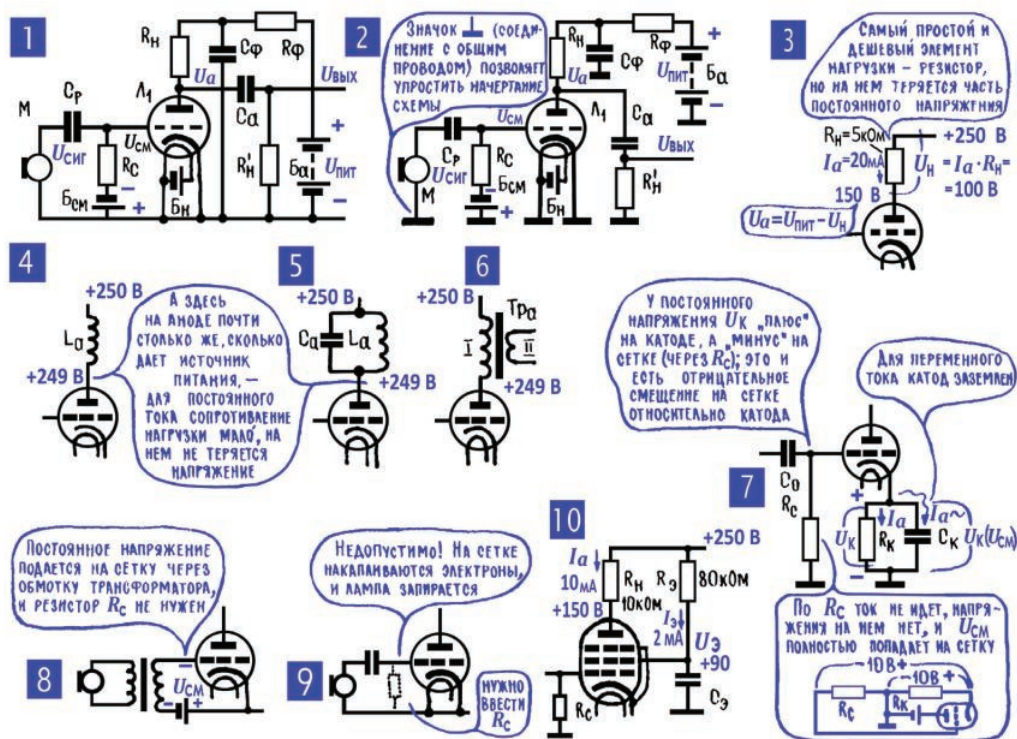

Рис. 10.9. Усилительные каскады на электронных лампах
**15. Электронные схемы получаются такими, что многие элементы присоединяются к общему проводу.** Но сначала несколько слов об одном графическом приеме: на схеме упрощенно показывают присоединение многих элементов к одному и тому же проводу, используя условное обозначение «соединение с металлическим корпусом, с шасси» (рис. 10.9; 1, 2). Когда-то электронные схемы, особенно ламповые, действительно собирали на металлическом шасси, и оно служило общим проводом для соединения многих элементов. И хотя теперь металлическое шасси встретишь редко, знак этот все же остался, и понимать его нужно так: «соединение с общим проводом». Такой знак очень удобен, он позволяет упростить чертёж, избавиться от многих длинных соединительных линий.
**16. Типичный усилительный каскад на триоде.** На рис. 10.9; 1, 2 показана схема типичного усилительного каскада на трехэлектродной лампе. Катод лампы заземлен, то есть подключен к общему проводу, и, значит, любая заземленная точка схемы соединена с катодом через этот общий провод. Так, например, через землю, через общий провод, подключен к катоду «минус» анодной батареи и «плюс» батареи смещения. При этом на сетку относительно земли, то есть относительно катода, подается «минус», а на анод – «плюс». Чтобы переменная составляющая анодного тока не попада-
На рис. 10.9; 4, 5 показано, что роль анодной нагрузки могут выполнять катушки индуктивности  $L_a$  и колебательный контур  $L_a C_a$ . Важное достоинство этих схем: на нагрузке не теряется постоянное напряжение, как на резисторе (рис. 10.9; 3), и в то же время катушка и контур могут представлять достаточно большое сопротивление для переменной составляющей анодного тока. То же достоинство имеет включение нагрузки в анодную цепь через трансформатор (рис. 10.9; 6).
Примеры двух последних операций можно увидеть на рис. 10.9; 7. Здесь в катодную цепь лампы включен резистор  $R_k$ , зашунтированный конденсатором  $C_k$ . Емкость этого конденсатора выбирается с таким расчетом, чтобы для переменной составляющей анодного тока его емкостное сопротивление  $x_c$  (гл. 6; 14) было во много раз меньше, чем  $R_k$ . В этом случае для переменной составляющей анодного тока  $I_{a~}$  катод просто заземлен. А вот постоянная составляющая  $I_{a~}$  через конденсатор, естественно, не
Резистор  $R_c$ , через который на сетку подается смещение, не нужен, если источник сигнала пропускает постоянный ток, как, например, обмотка микрофонного трансформатора. Но ни в коем случае нельзя допустить, чтобы сетка не соединялась с катодом по постоянному току. Потому что даже единичные электроны, попавшие на сетку, в этом случае будут накапливаться (им просто некуда уйти) и постепенно создадут на сетке такой большой «минус», что лампа сама по себе полностью запрется, анодный ток прекратится (рис. 10.9; 9). Резистор  $R_c$  называют резистором утечки: попавшие на сетку электроны стекают с нее через  $R_c$ .
**18. На резисторе не может теряться напряжение, если по нему не идет ток.** Схема на рис. 10.9; 7 дает повод подумать об одной типичной ошибке при оценке напряжений в той или иной точке сложной электрической цепи. Сопротивление резистора  $R_k$  обычно 0,1–1 кОм, сопротивление  $R_c$  чаще всего 0,1–1 МОм, то есть в тысячу раз больше, чем  $R_k$ . И вот эта огромная разница, бывает, наводит на сомнения: а не потеряется ли на  $R_c$  напряжение смещения  $U_{cm}$  по пути от катода к сетке? Ответ очень определенный: не потеряется. Напряжение, теряемое на том или ином резисторе, определяется током, который по нему идет, а по  $R_c$  практически ток не идет (точнее, идет чрезвычайно малый ток, доли микроампера – его создают случайные электроны, попадающие на сетку, несмотря на «минус» на ней). Во всяком случае, большой анодный ток  $I_a$  замыкается только по  $R_k$  и в  $R_c$  не попадает. Вывод: напряжение на самом  $R_c$  практически равно нулю, и  $U_{cm}$  полностью достается участку сетка–катод.